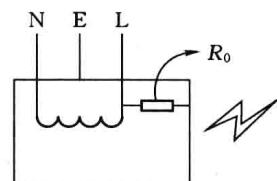

图 1-7 设备绝缘受损漏电示意图
(1) 凡出现上述异常情况之一，应尽快断开电源，拔下电源插头，对设备进行检查。
(2) 对保险丝烧断、熔断器熔断的情况，绝不允许换上大容量保险丝或熔断器再工作。一定要查清原因再换上同一规格保险丝、熔断器。
(3) 及时记录异常现象及部位，避免检修时再通电。
(4) 对有麻电感觉但未造成触电的现象不可忽视。这种情况往往是绝缘受损但未完全损坏，如图 1-7 所示。此时，相当于电路中串联一个大电阻，暂时未造成严重后果，当绝缘逐渐完全破坏时，电阻 R_0 急剧减小，危险增大，因此必须及时检修。